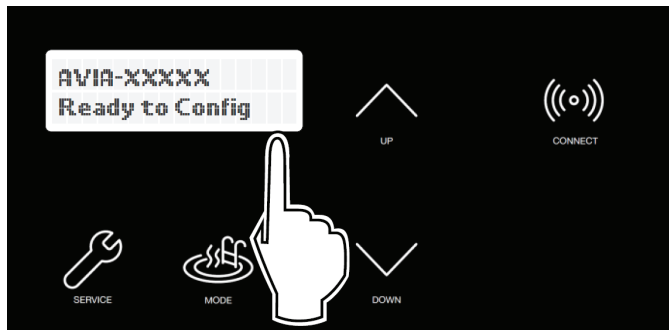

Figure 80. Wi-Fi prêt à être configuré et identifiant du réseau
2. Le menu CONNECT affiche l'état de l'interface Wi-Fi, indiquant "Ready to Config", ainsi que l'identifiant du réseau. Voir **Figure 80**.